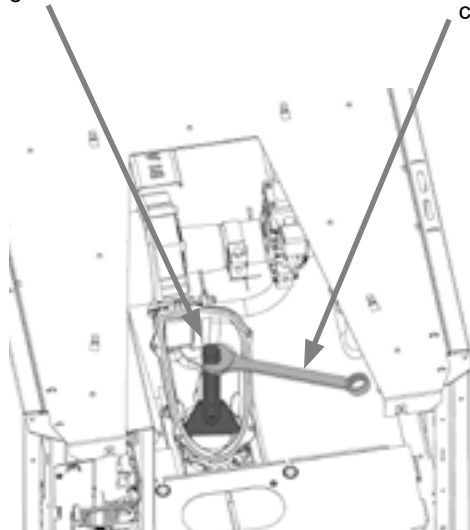

figure 55 - Déverrouillage de la rampe
- Comprimer en appuyant vers le bas et faire pivoter la poignée dans le sens horaire pour verrouiller la rampe (voir figure 55).